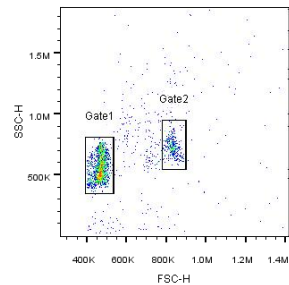

图 1
- 2) 检测空白微球, 调整 FSC-SSC 散点图, 使两群微球落在预定的范围, 设 SSC 较小的的群为“Gate1”, 较大的微球群设为“Gate2”, 如图 1。